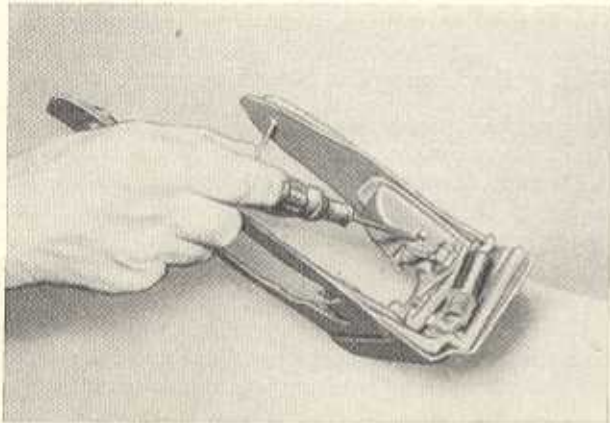

Bild K 6. Entsichern des Bolzens für den Türgriff
6. Der Türgriff ist nur mit einem 6 mm dicken Bolzen, der beiderseits gesichert ist, befestigt. Soll dieser ausgebaut werden, so ist zunächst eine Sicherungsscheibe aus der Rillennut des Bolzens, notfalls mit einem schmalen Schraubenzieher, abzudrücken (Bild K 6).